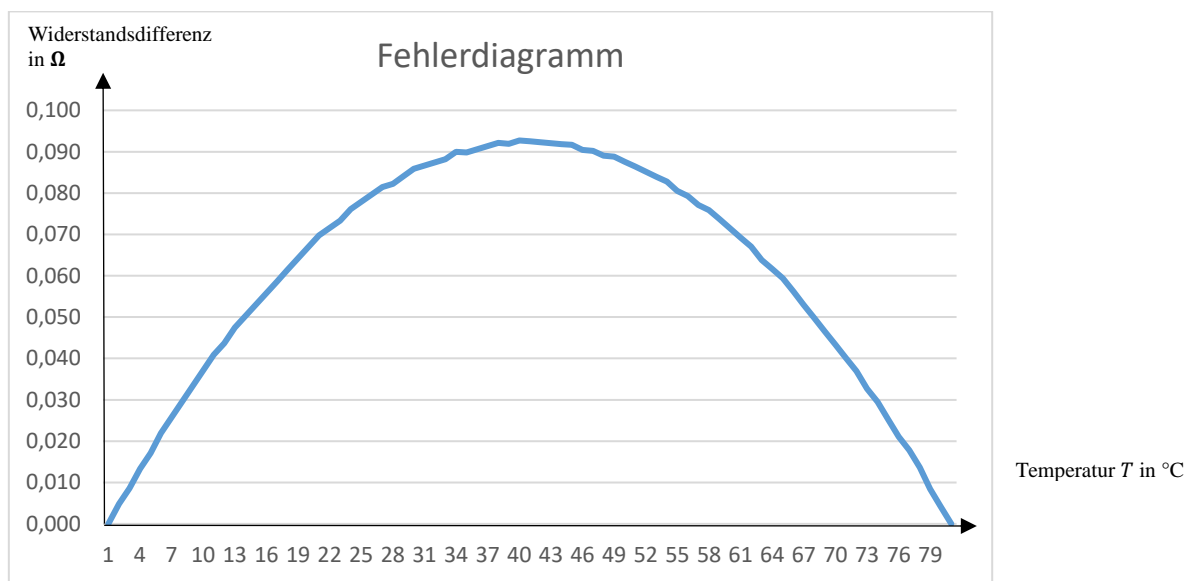

Abb. 2: Widerstands Differenz in Abhängigkeit von der Temperatur
- i. Erweitern Sie das Ersatzschaltbild in Abbildung 2 mit dem Innenwiderstand des Amperemeters.